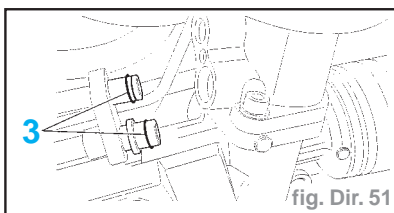

fig. Dir. 51
- Reposer les joints (3) neufs (fig. Dir. 51).